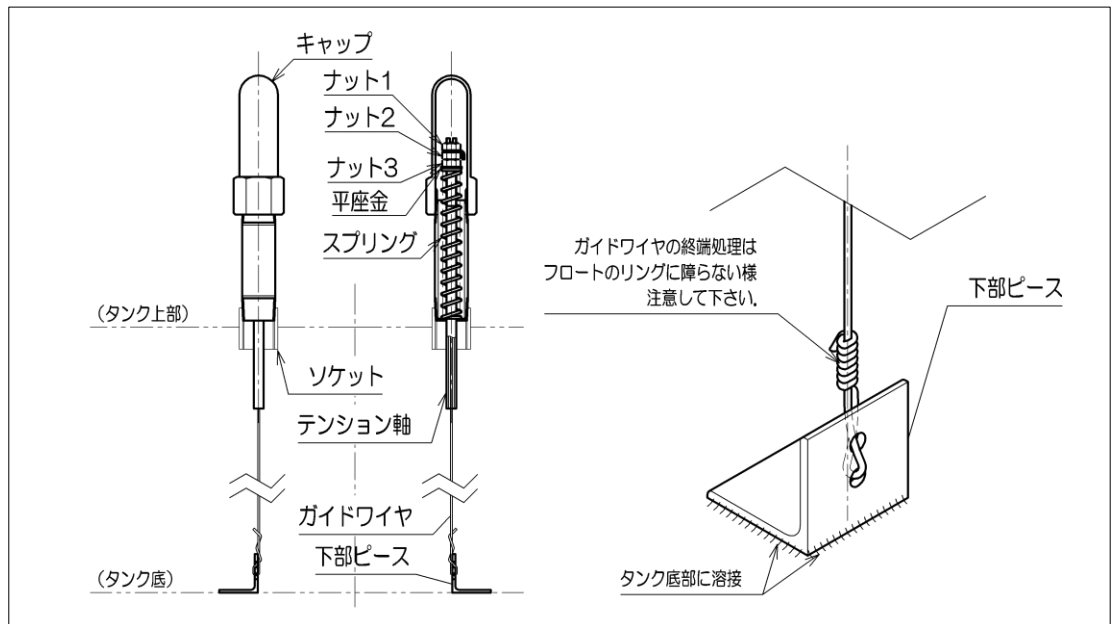

図 2.ガイドワイヤの設置
4.2.2. ガイドワイヤの施工(2本とも同様に行います)(図2参照)